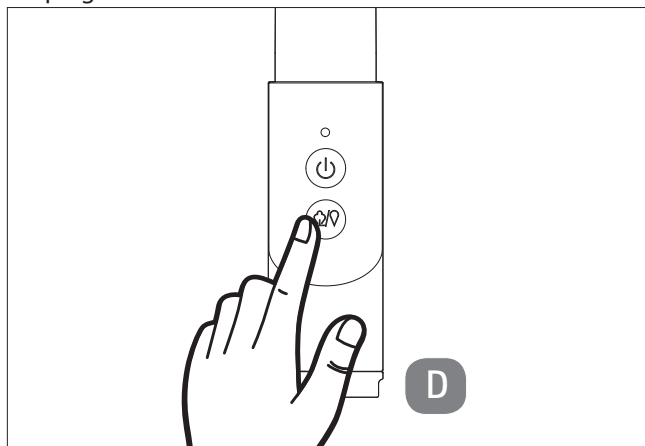

Fig. 15 – Connecter la télécommande à l'appareil
- ▶ Après l'installation, appuyez pendant environ 8 secondes sur le bouton pulvérisation/vapeur pour connecter la télécommande à l'unité principale (Voir Fig. 15, D). Si la connexion est réussie, le voyant de la poignée clignote 8 fois.